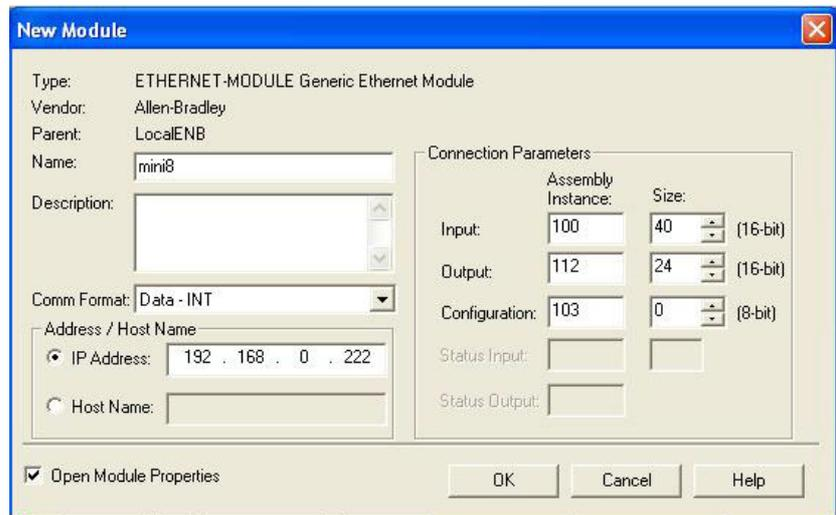

Figure 87 Nouveau module
- Sur la page Nouveau module qui s'affiche (Figure 87), saisir un nom pour le module et définir les valeurs du paramètre de connexion :
6. La taille des entrées et sorties du module EtherNet correspond exactement aux définitions des entrées et sorties (voir Figure 87).
7. Les valeurs d'instance assemblage sont prises en charge par le régulateur Mini8 (voir Figure 87).